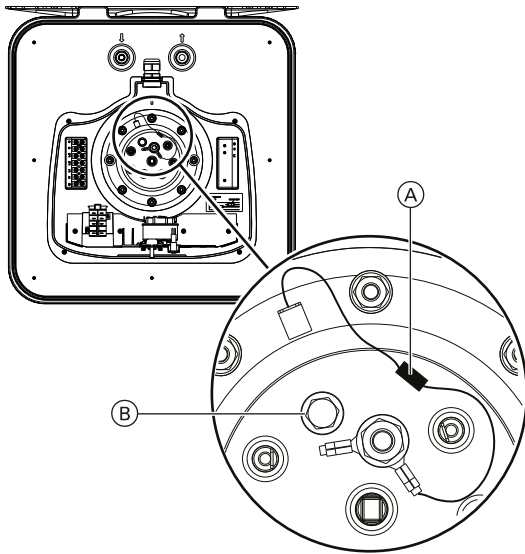

Abb. 4
3. Restwasser über die Entleerungsschraube (B) (Abb. 4) ablassen.